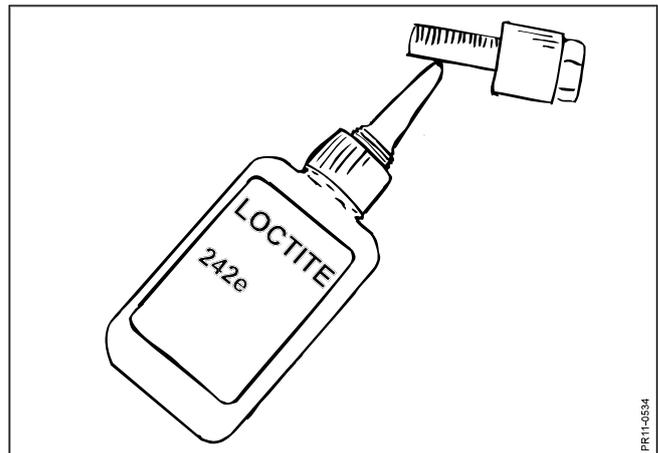

Fig. 1-10
- Fig. 1-10:** Bolzen los gehen wird einen Tropfen Loctite Schraubsicherung 242 zugefügt. Die Bolzen werden mit einem Moment von 120 Nm gespannt.